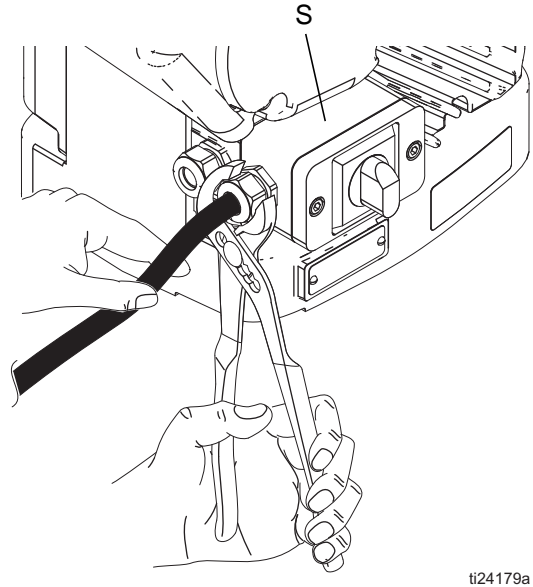

FIG. 5: Tornillos de la caja de conexiones y alivio de tensión
7. Vuelva a montar los tornillos y las arandelas de la caja de conexiones retirados en el paso 2 y apriete el sujetacables para sujetar bien el cable de alimentación en la caja de conexiones (S). Consulte FIG. 5.